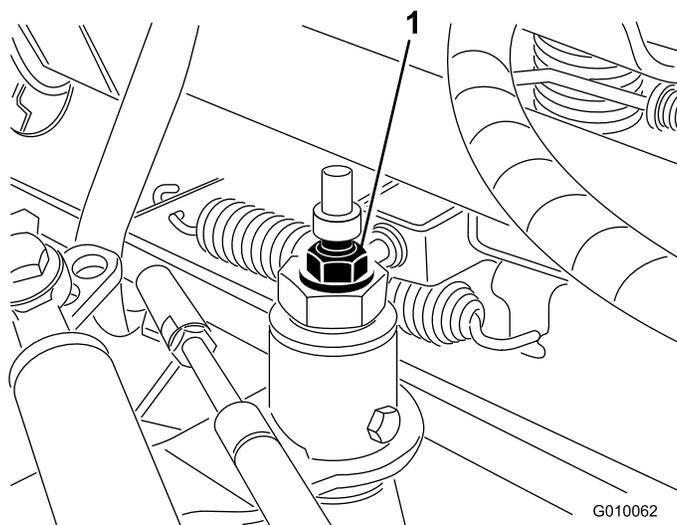

Figura 53
3. Afloje la contratuerca de la leva de ajuste de tracción (Figura 53).